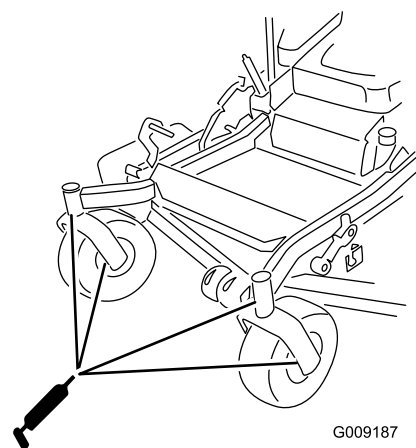

Figura 43
13. Retire el engrasador del orificio. Instale el tapón hexagonal y la tapa (Figura 43).